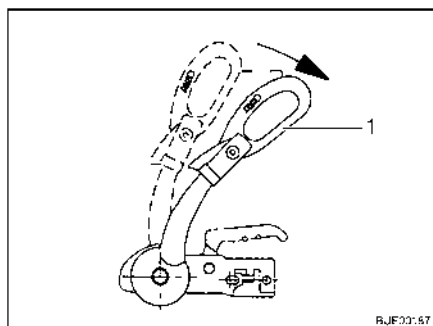

Fig. 174 Tirador de estabilización
- Abrir el tirador de estabilización (Fig. 174,1).